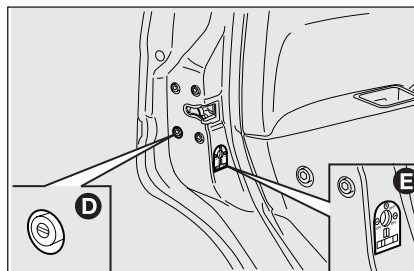

fig. 13
- ☐ activación del dispositivo **D**-fig. 13 de bloqueo apertura de las puertas delanteras y traseras desde el exterior cuando no funcione la instalación eléctrica (por ejemplo, batería descargada);